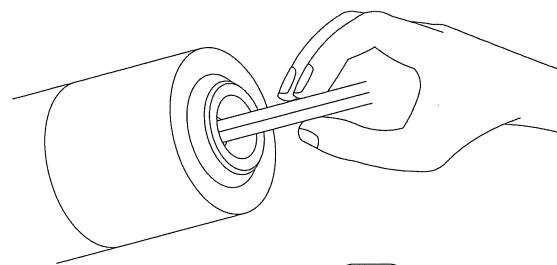

図1
## ■ツイスト方法（図1・図2参照）
(1) 脱皮した線材を（1～5本）図1のように、手でつかみNo. 1のガイド中心部に挿入して下さい。